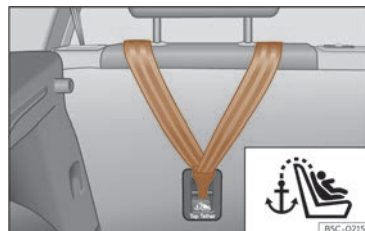
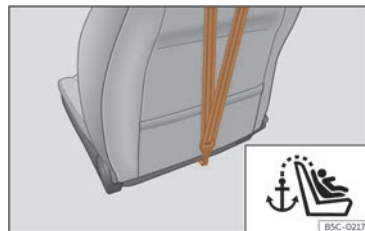

Fig. 46 Part posterior dels seients del darrere: ancoratge per al cinturó Top Tether.
Fig. 47 Part posterior del respallter del seient de l'acompanyant: ancoratge per al cinturó Top Tether (no disponible a tots els mercats).
- Feu lliscar la corretja i fixeu-la correctament amb l'ancoratge de la part posterior del respall >>> **fig. 46**, >>> **fig. 47**.